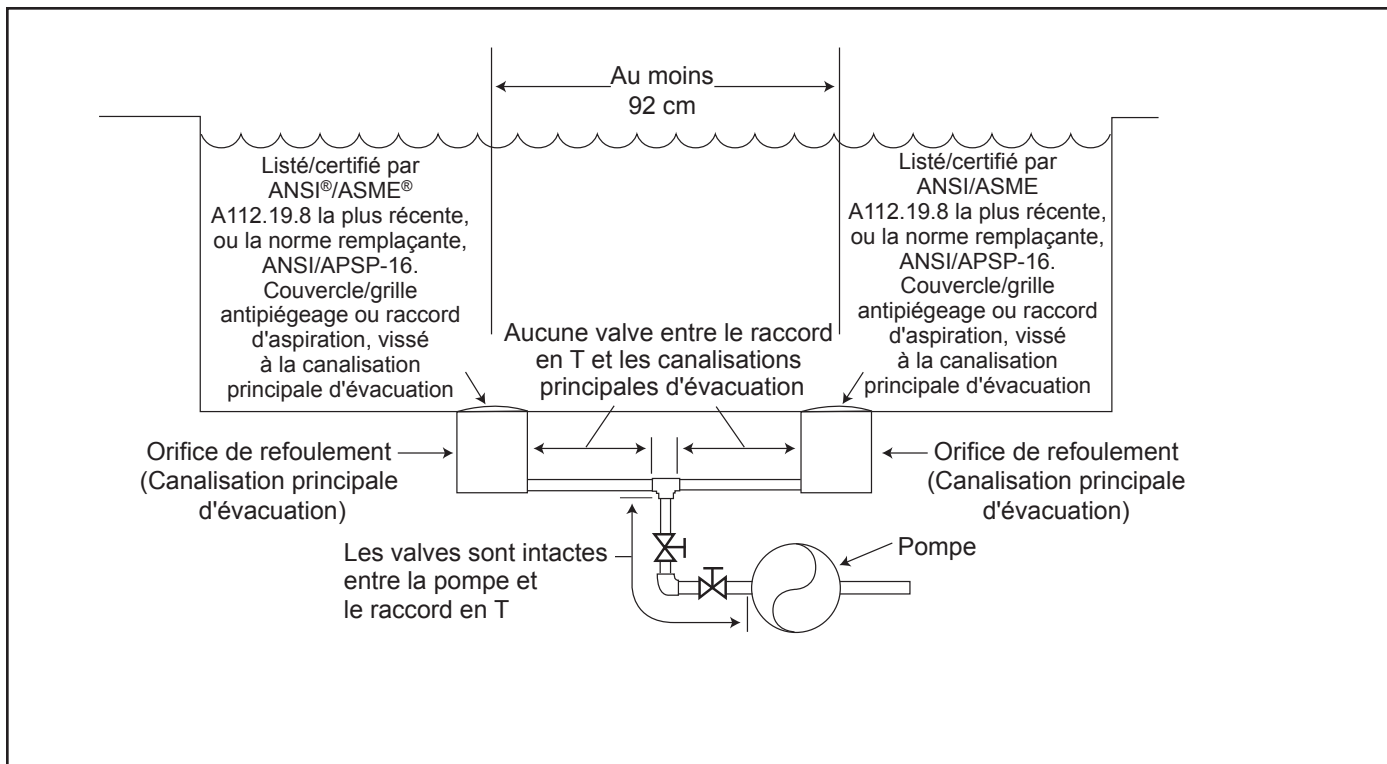

Figure 1. Nombre de sorties d'aspiration par pompe
Nombre de sorties d'aspiration par pompe – Fournir au moins deux (2) canalisations d'évacuation hydrauliquement équilibrées, avec couvercles, en guise de sorties d'aspiration pour chaque conduite d'aspiration de pompe de circulation. Les centres des canalisations d'évacuation principales (sorties d'aspiration) sur toute conduite d'aspiration doivent être à au moins un (1) mètre (3 pi) l'une de l'autre, de centre en centre. Voir la Figure 1 à la Page 7.
Le système **doit** être conçu pour comprendre au moins deux sorties d'aspiration (canalisations d'évacuation) connectées à la pompe chaque fois que la pompe fonctionne. Cependant, si deux (2) canalisations principales d'évacuation aboutissent à une seule conduite d'aspiration, cette dernière peut être équipée d'un robinet qui coupera les deux canalisations principales d'évacuation de la pompe. Le système doit être conçu de manière à ne pas permettre une fermeture ou un isolement, distinct ou indépendant de chaque canalisation d'évacuation. Voir la Figure 1 à la Page 7.